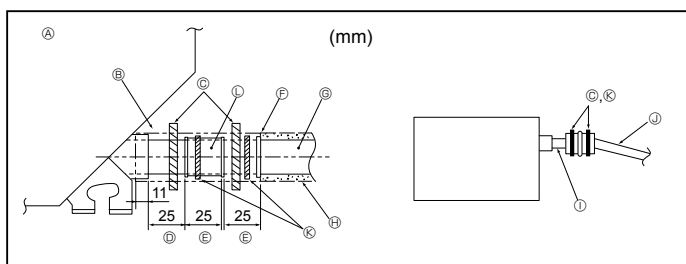

Fig. 3-5
1. Collegare il manico di drenaggio (fornito con l'unità) all'apertura di drenaggio. (Fig. 3-5)